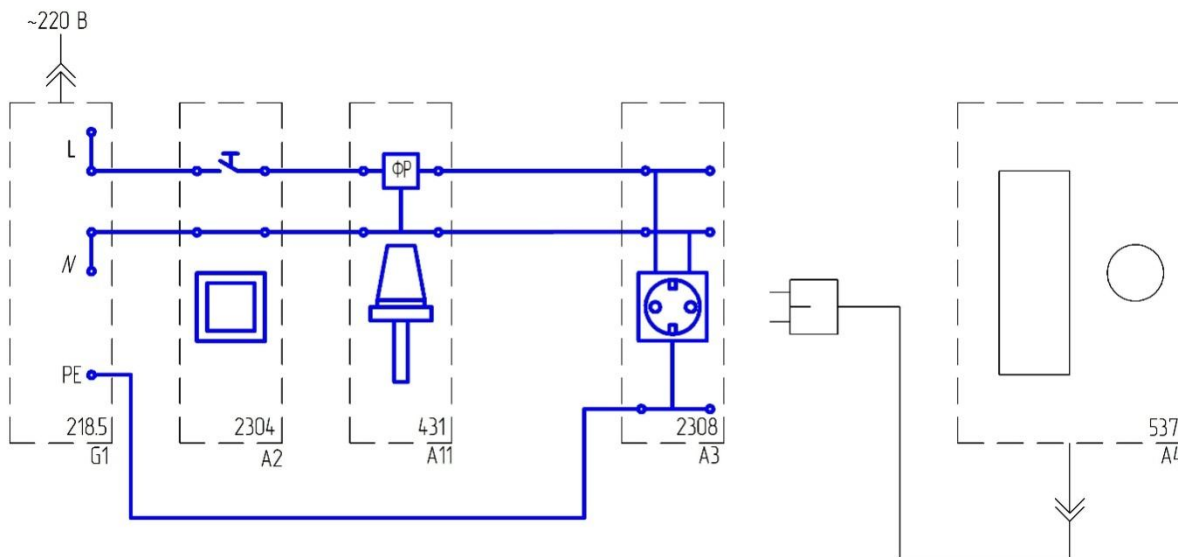

Рис.4.6.
- Соедините аппаратуру в соответствии со схемой электрической соединений, рис.4.6.